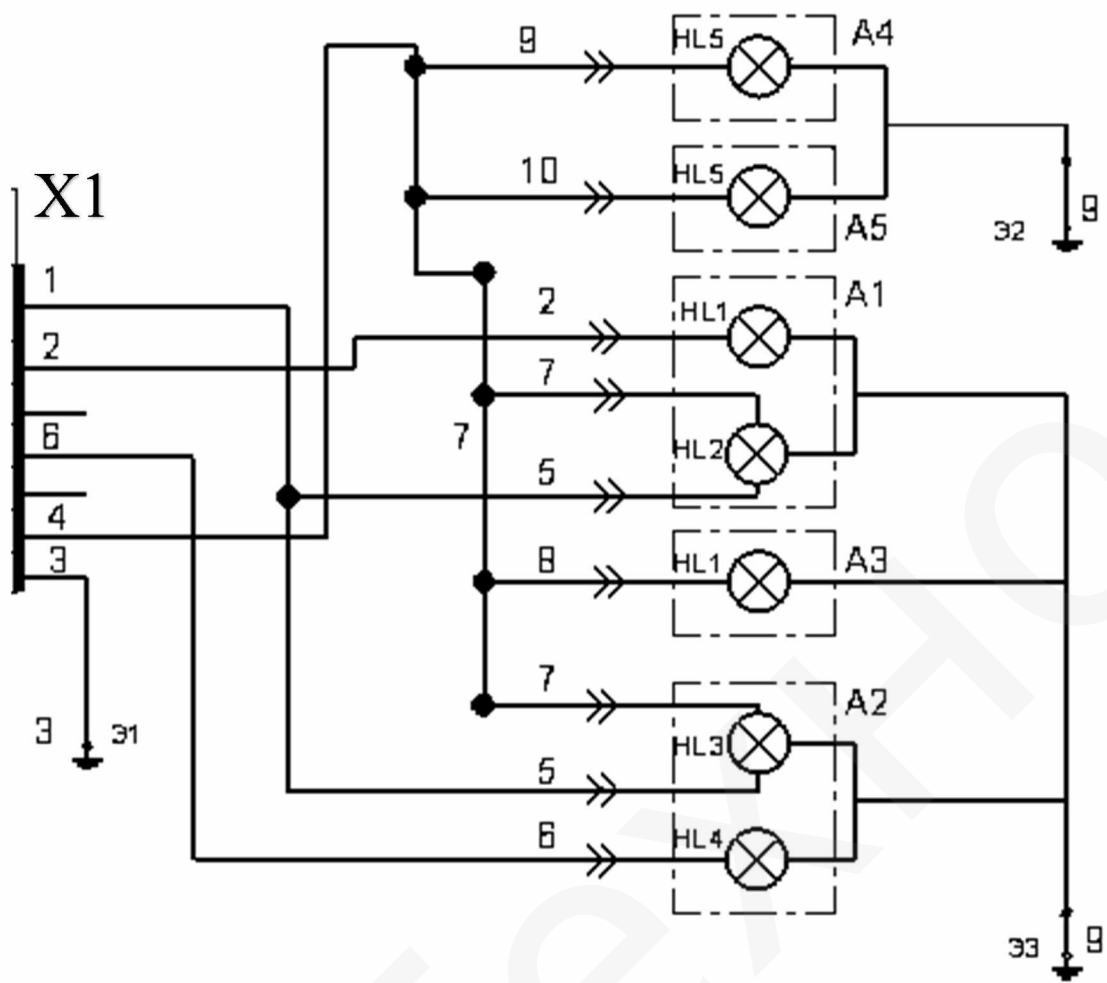

Рисунок 1.5 – Схема электрооборудования
2.7 Электрооборудование (рисунок 1.5) состоит из вилки штепсельной, жгута проводов, двух подфарников со светоотражающим устройством, двух задних фонарей, фонаря освещения номерного знака и световозвращателей (четыре оранжевых боковых и двух задних красных).